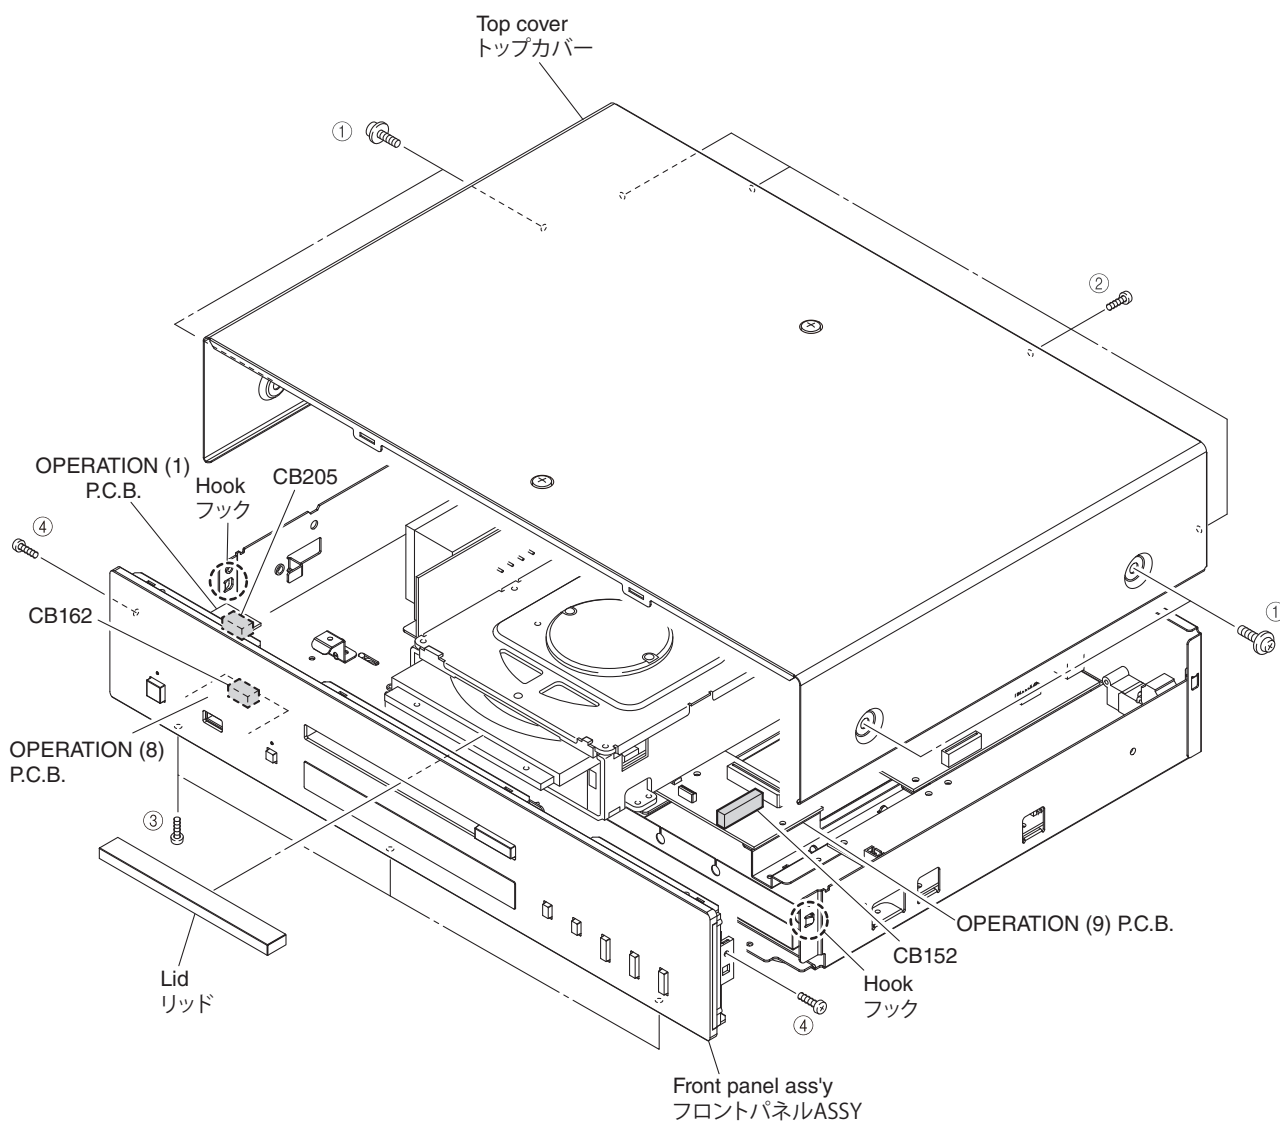

Fig. 1
- a. Remove 4 screws (①) and 4 screws (②). (Fig. 1)
- b. Remove the top cover. (Fig. 1)
- a. (①) ネジ 4 本、(②) のネジ 4 本を外します。(Fig. 1)
- b. トップカバーを取り外します。(Fig. 1)
c. Remove the lid. (Fig. 1)
e. Remove 4 screws (③) and 2 screws (④). (Fig. 1)
f. Remove CB152, CB162 and CB205. (Fig. 1)
g. Release 2 hooks and then remove the front panel ass'y. (Fig. 1)
c. リッドを取り外します。(Fig. 1)
e. (③) のネジ 4 本、(④) のネジ 2 本を外します。(Fig. 1)
f. CB152、CB162、CB205 を外します。(Fig. 1)
g. フック 2 箇所を外し、フロントパネル ASSY を取り外します。(Fig. 1)